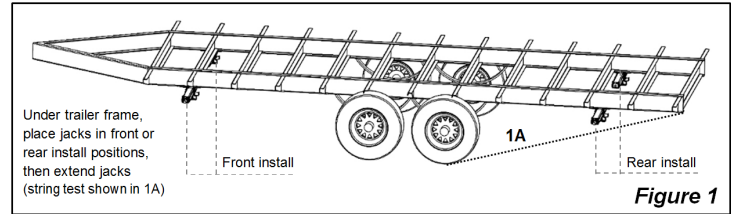

Figure 1
2. Position each Husky Scissor Jack under the trailer frame where it will be installed. Choose front or rear installation as shown in **Figure 1**.
2. Positionner chaque cric à l'endroit approprié sous le châssis de la remorque. Choisir l'installation avant ou arrière, comme le montre la **Figure 1**.